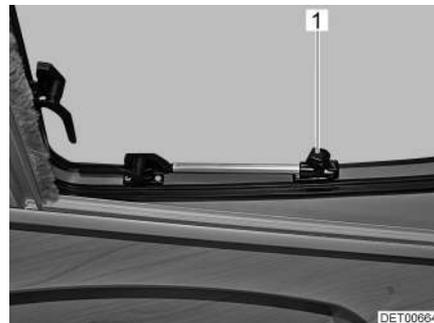

Fig. 15 Tragaluz con soportes giratorios, abierta
- Abrir el tragaluz hasta la posición deseada y fijarlo con el botón moleteado (Fig. 15,1).
- Girar el botón moleteado (Fig. 15,1) hasta que se libere el bloqueo.